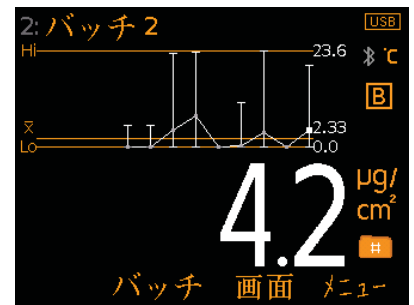

図4: ランチャートと読み取り値 x1
- ランチャート（図4）：最後の20個の読み取り値を示す折れ線グラフを表示します。1回読み取るたびに自動的に更新されます。